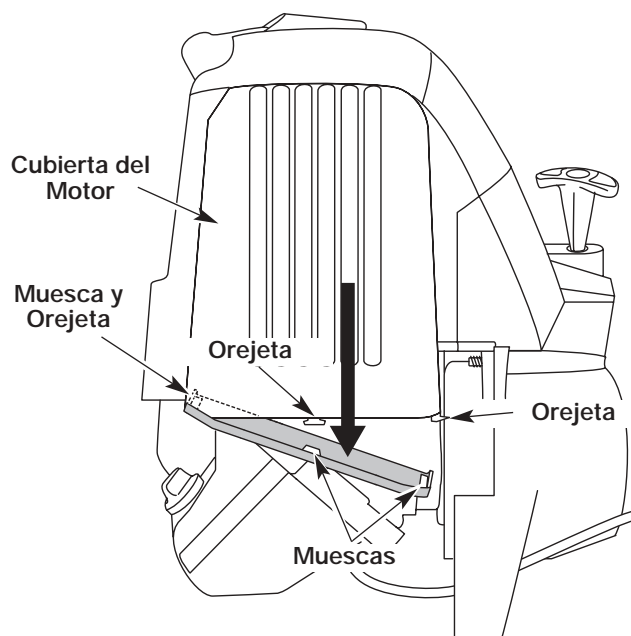

Fig. 67
1. Retire la cubierta del silenciador presionando la esquina con un destornillador de vástago plano (Fig. 67). Deslice las muescas a los lados de la cubierta del silenciador sobre las orejetas de la cubierta del motor y retire.
13. Vuelva a colocar la cubierta del silenciador. Deslice las muescas a los lados de la cubierta del silenciador sobre las orejetas de la cubierta del motor y enganche en su lugar (Fig. 67).